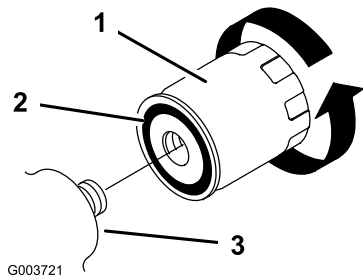

Figura 32
4. Retire el filtro usado (Figura 32) y limpie con un paño la superficie de la junta del adaptador del filtro.
5. Aplique una capa fina de aceite hidráulico a la junta de goma del filtro nuevo (Figura 32).
6. Instale el filtro hidráulico nuevo en el adaptador del filtro (Figura 32). Apriete el filtro en el sentido de las agujas del reloj hasta que la junta de goma entre en contacto con el adaptador del filtro, luego apriete el filtro 1/2 de vuelta más.